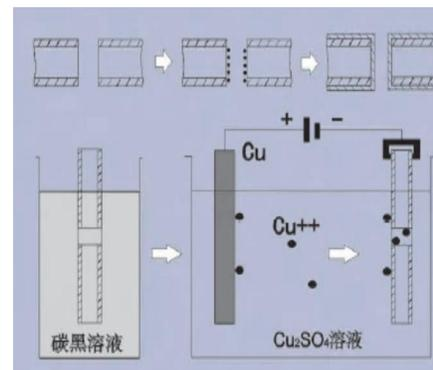

图5-23 孔金属化
- 2) 电镀铜加厚，使孔壁铜层厚至能满足一定的机械和电气指标，如图5-23所示。